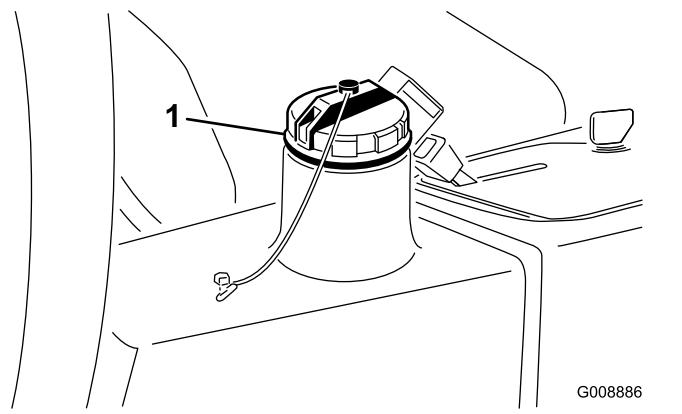

Bild 81
4. Füllen Sie den Behälter (Bild 81) mit ca. 13.2 Liter Hydrauliköl, siehe Prüfen der Hydraulikanlage \(Seite 25\).